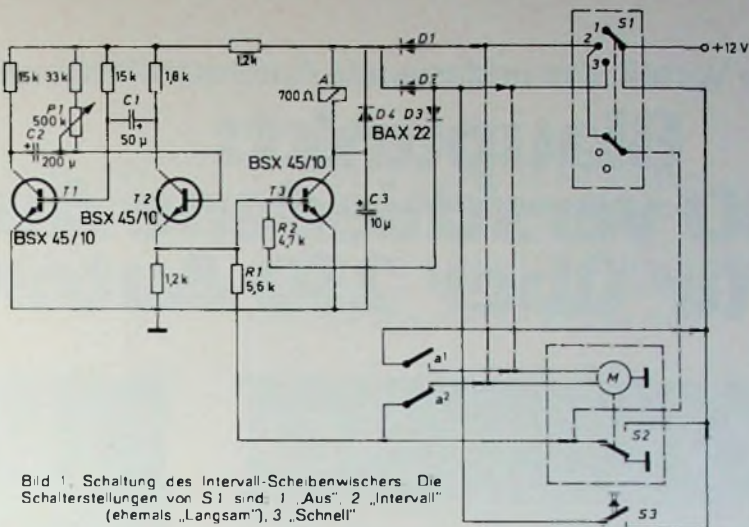

Bild 1. Schaltung des Intervall-Scheibenwischers. Die Schalterstellungen von S1 sind: 1 „Aus“, 2 „Intervall“ (ehemals „Langsam“), 3 „Schnell“.
Aus Bild 1 ist die Originalschaltung an den gestrichelten Leitungen zu erkennen, die für den Umbau entfernt werden mußten. Der eigentliche Wischermotor hat zwei Geschwindigkeitsschaltstufen und einen motorbetätigten Umschalter S2, der bei Handabschaltung während des Laufs dem Feld noch so lange eine positive Spannung zuführt, bis die Wischerherstellung erreicht ist; dann schaltet S2 um und legt die eine Wicklung an Masse, wodurch der Motor gebremst wird.
Im Bild 1 sind die notwendigen Schaltungsänderungen durch Linien mit Pfeilen und gestrichelte Linien gekennzeichnet. Zur Motorsteuerung wurde ein Kammerrelais (Kontaktbelastbarkeit 5 A) mit einem Arbeits- und einem Ruhekontakt eingesetzt. Die Schaltung besteht aus einem Taktgeber T1, T2 mit einer nachfolgenden Schaltstufe T3. In der Stellung „Intervall“ (2) von S1 wird dem Taktgeber T1, T2 und dem Schalttransistor T3 die Versorgungsspannung über die Dioden D1, D2 zugeführt; die vom Taktgeber erzeugten Impulse schalten T3 durch, das Relais zieht an, und dem Motor wird über den Kontakt a1 Spannung zugeführt. C2 und P1 bestimmen das Zeitintervall (1...25 s) bzw. die Pause, in der keine Impulse an die Basis von T3 gelangen und das Relais abfällt. In der Stellung „Schnell“ (3) wird T3 unabhängig vom Taktgeber über D3 durchgeschaltet, das Relais zieht an, und der Motor läuft, bis das Relais bei Umschaltung von S1 auf „Aus“ (1) abfällt.